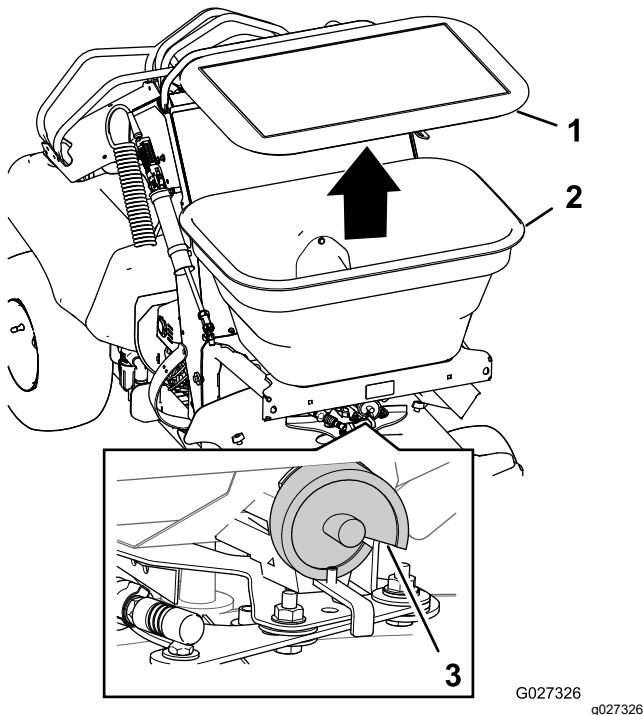

Figura 28
4. Utilice la Tablas de esparcido \(página 35\) para determinar el ajuste de la leva del dosificador (Figura 28).
5. Retire la tapa de la tolva, agregue el material a esparcir y coloque la tapa en la tolva (Figura 28).